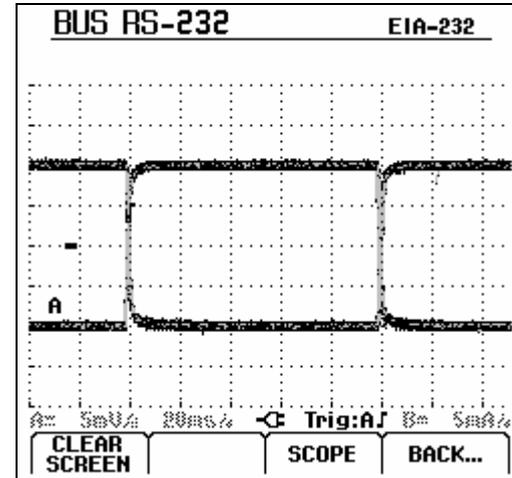

Abbildung 4-4. Anzeige Eye-Pattern
-  Wählen Sie in der Hauptanzeige den Eye-Pattern-Modus. Anschließend sehen Sie ein Bild wie in Abbildung 4-4.